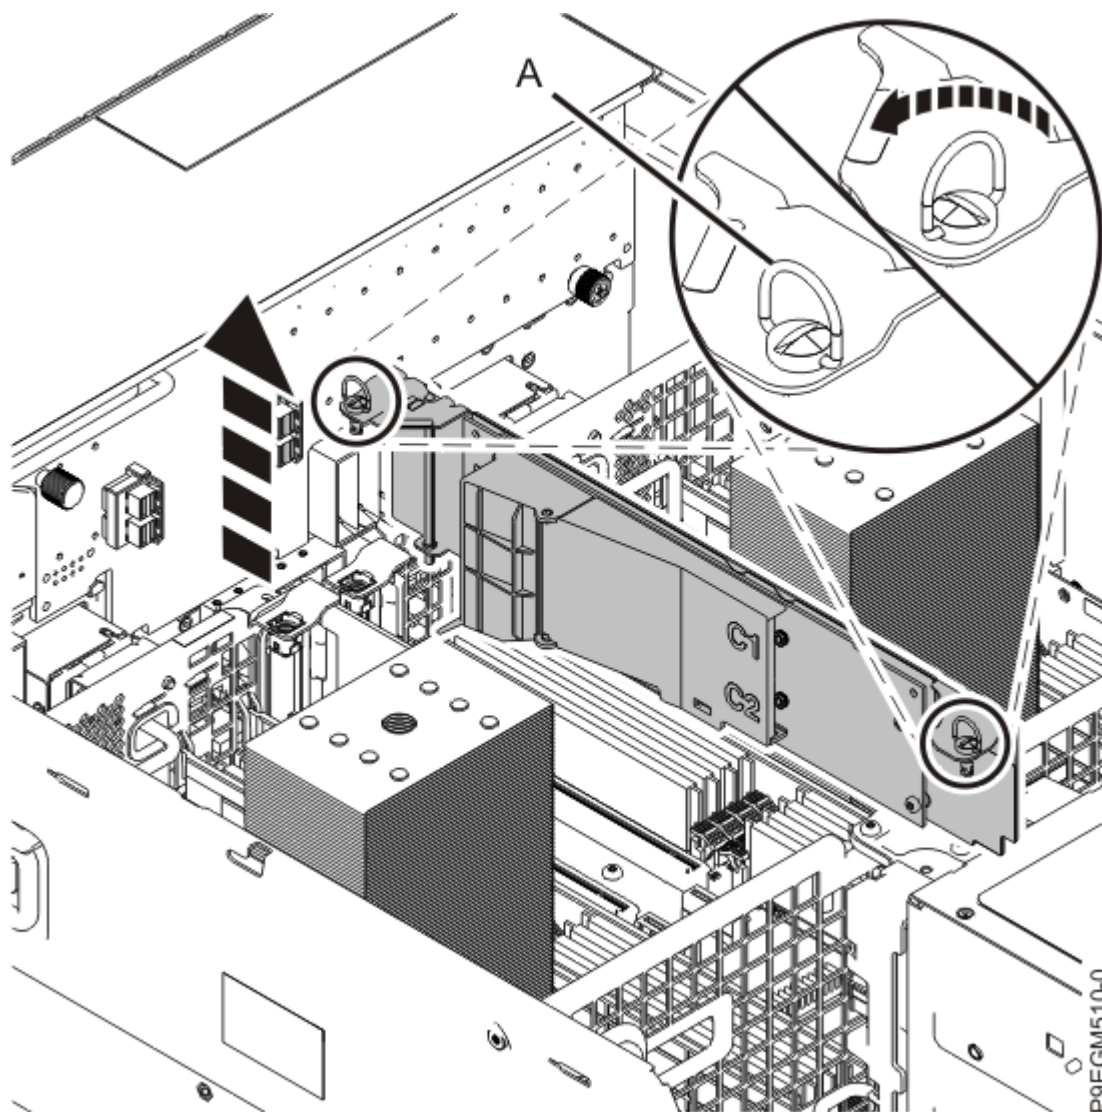

Figura 26. Extracción de la tarjeta portadora NVMe M.2
4. Levante la tarjeta portadora NVMe M.2 de la ranura, como se muestra en la Figura 26 en la página 32.